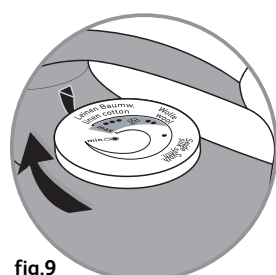

fig.9
- Установите регулятор термостата в положение **MAX** (рис.9).